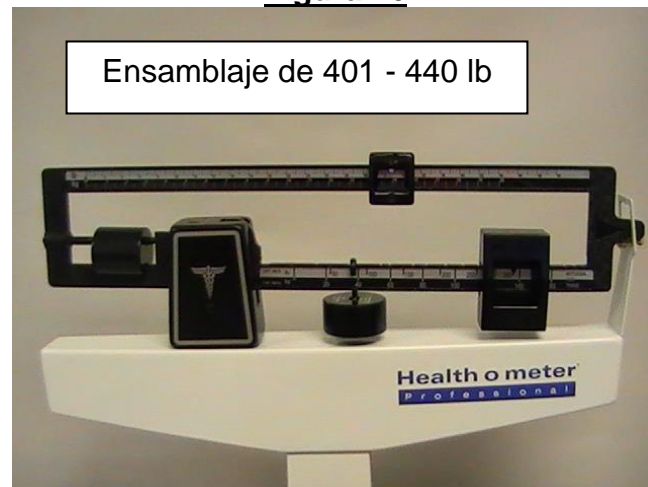

Figura 17
1. Cuando un paciente pese entre 401 - 440 lb, coloque el peso inferior en 300 lb. (Ver Figura 17 en la página 19)